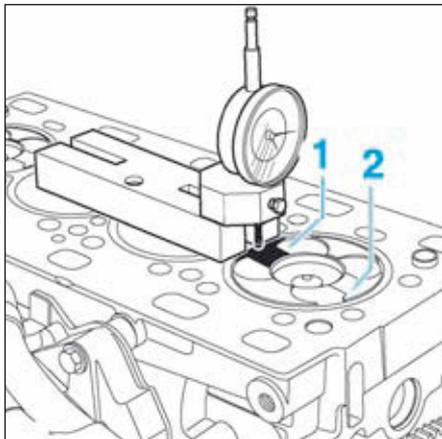

FIG.101
Le contrôle du dépassement du piston se fait à l'aide d'un comparateur. Effectuer une moyenne entre les points de mesure (1) et (2). La valeur doit être comprise entre $0,399 \pm 0,065$ mm (Fig.101).